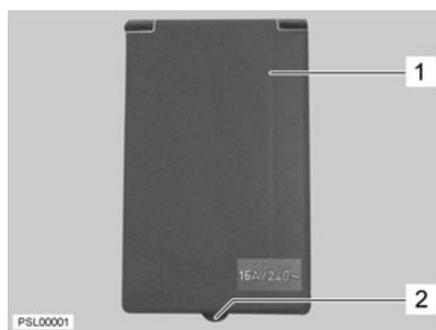

Fig. 34 Raccordement 230 V portillon extérieur
**Ouvrir :** ■ Saisir le portillon extérieur (Fig. 34,1) par l'ergot (Fig. 34,2) et le faire basculer vers le haut.
**Fermer :** ■ Faire basculer vers le bas le portillon extérieur (Fig. 34,1) et le fermer.